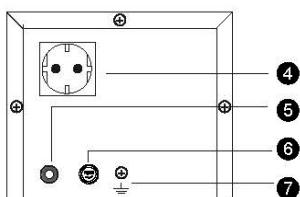

Рис.3
**Схемы панелей стабилизатора приведены на Рис. 3**